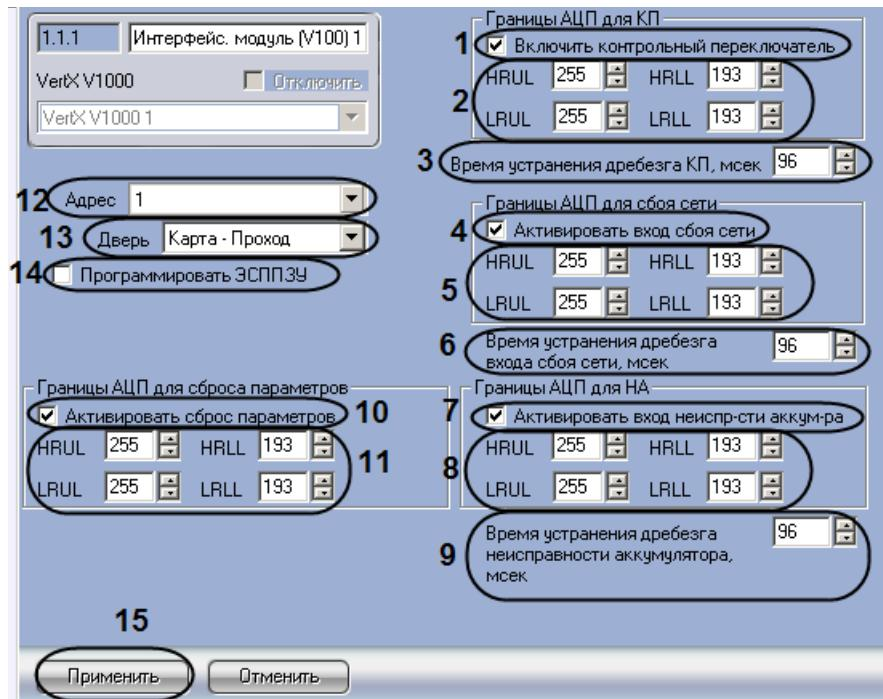

Рис. 3.8—2 Настройка интерфейсного модуля V100
- Установить флагок **Программировать ЭСППЗУ** если требуется конфигурировать ЭСППЗУ (см. Рис. 3.8—2, 14).
- Если контрольный переключатель включен, необходимо установить соответствующий флагок (см. Рис. 3.8—2, 1).